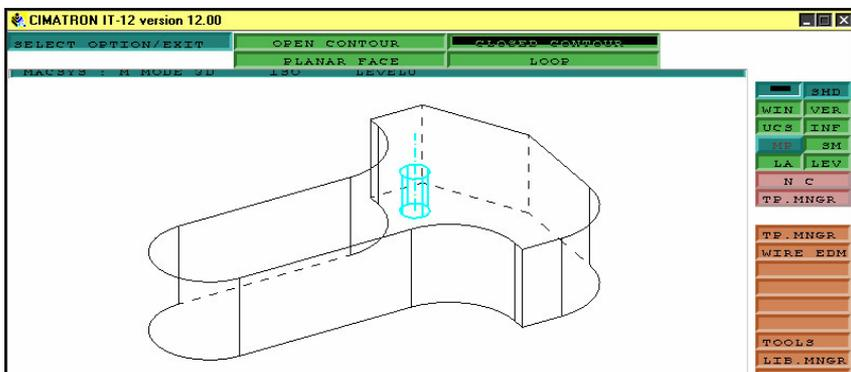

Рисунок 35
25. Выбираем CLOSED CONTOUR (рис.35).